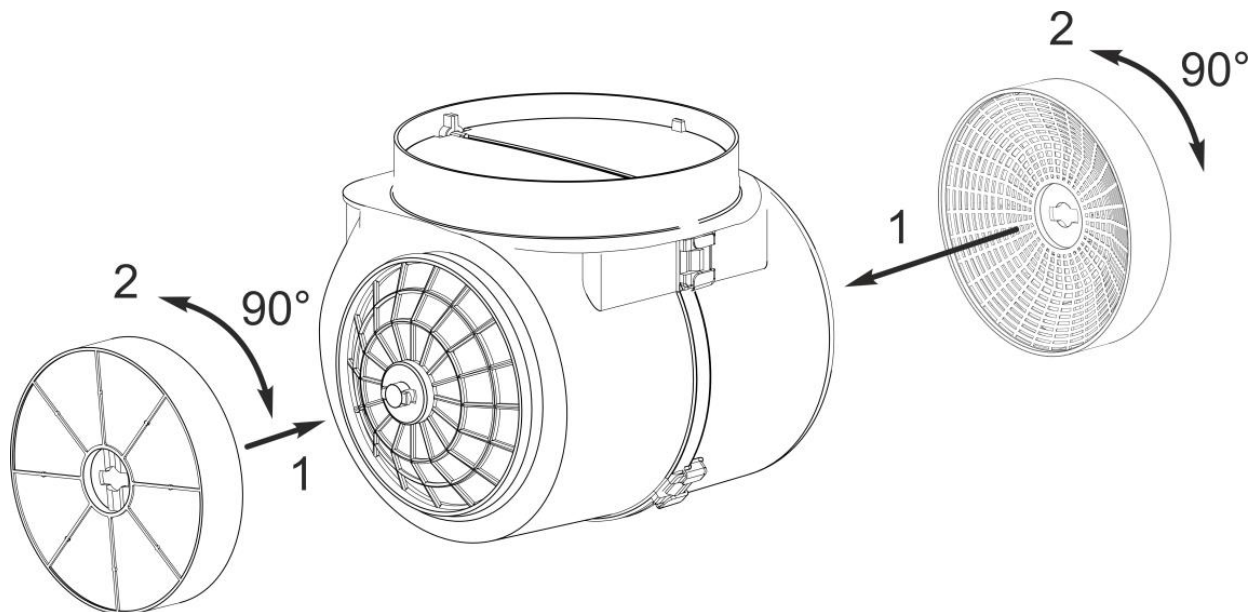

Fig. 6.1
7.11 Les filtres à charbon (**sont achetés à part**), utilisés au régime de la recirculation **il faut remplacer tous les 3-6 mois** en fonction de l'exploitation de la hotte. Pour remplacer le filtre à charbon, vous devez suivre les étapes suivantes (Fig. 6.1):